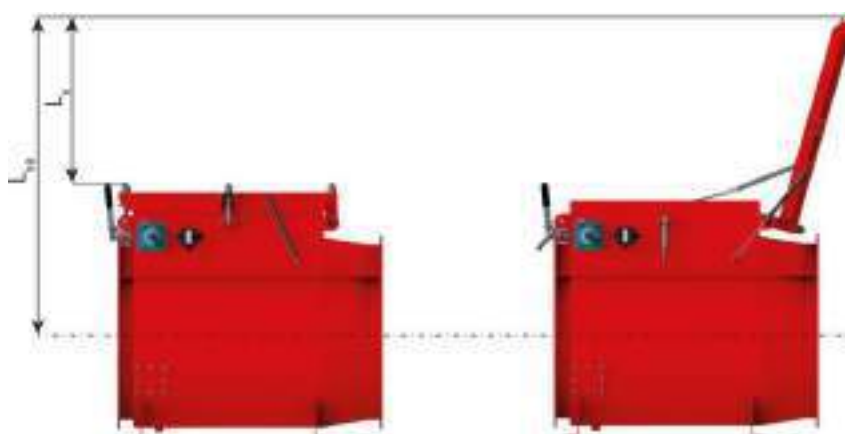

Рис. 10 - Установочное пространство над клапаном
В-FLAP I следует устанавливать таким образом, чтобы над крышкой оставалось достаточное расстояние ^④ до любого неподвижного препятствия (например, потолка). Необходимое пространство показано на Рис. 10, а конкретное значение LV или LVA приведено в соответствующей таблице.